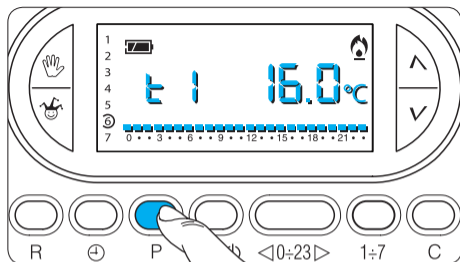

Fig. 33
8.4- Premere il pulsante **P** (fig. 33).